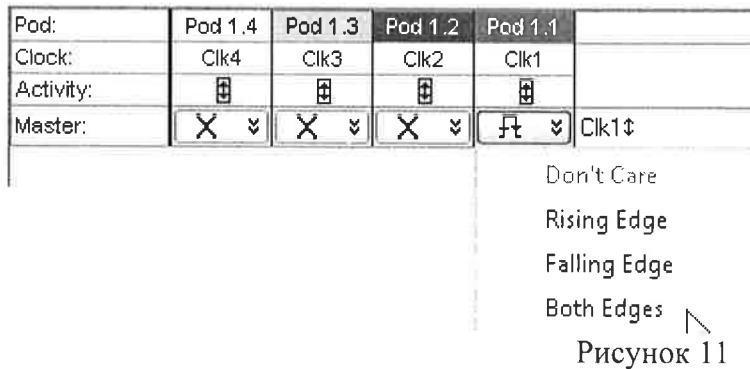

Рисунок 11
- В разделе Clock Selection выбрать для Pod 1 clock Both Edges (рис.11)